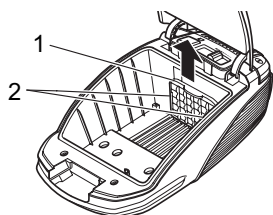

Abb. 30
3. Ziehen Sie den Halter mit dem Motorschutzfilter (Abb. 30/1) aus den Halteschienen (Abb. 30/2) nach oben heraus.